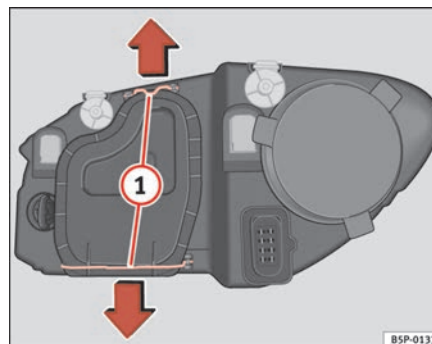

Fig. 187 Luz de cruce
- Desplace los tirantes ⇒ página 272, fig. 187 ① en el sentido de la flecha y saque la tapa.